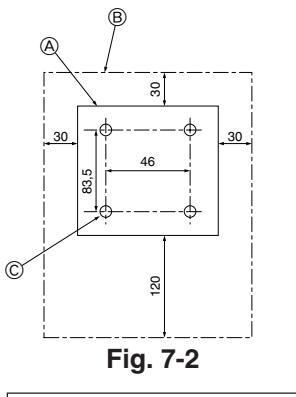

Fig. 7-2
(1) Seleccione una posición adecuada para el control remoto. (Fig. 7-2)